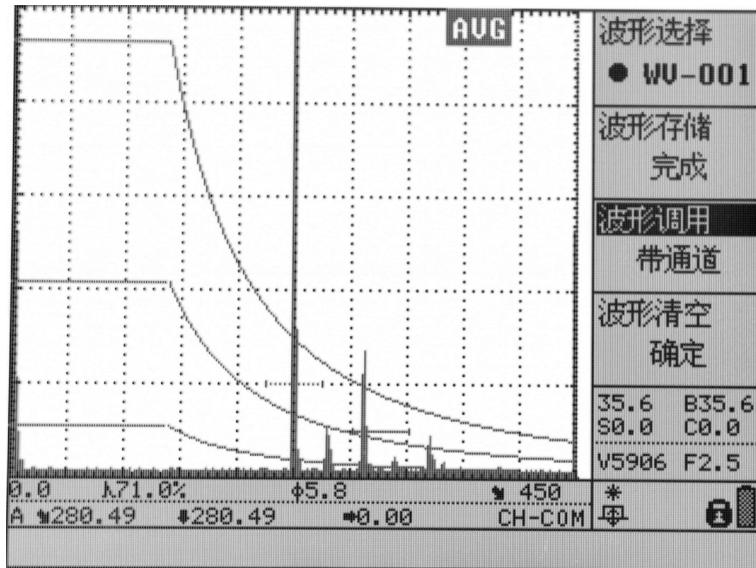

图 5.9
**波形调用：**将所选波形文件中的波形数据从存储器中读取，并显示于屏幕上，操作方法为：选择好要调用的波形文件后，再选择“波形调用”子菜单，如图 5.9 所示，按“确认”键。调用操作完成后，屏幕将显示该波形文件中的波形画面，并使屏幕处于冻结状态。按“冻结”键可退出该冻结状态。波形调用分为带通道调用和不带通道调用，可通过在“波形调用”